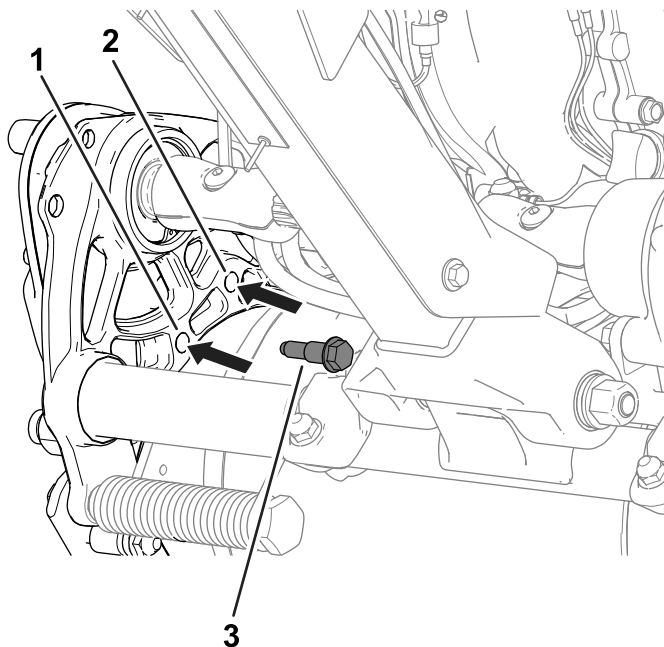

Figura 19
2. Retire los pernos de cuello largo (Figura 19) que sujetan el alojamiento de la transmisión de tambor al chasis en cada lado de la máquina.
4. Utilice los pernos de cuello largo que se retiraron anteriormente para sujetar el alojamiento de la transmisión al chasis (Figura 19).